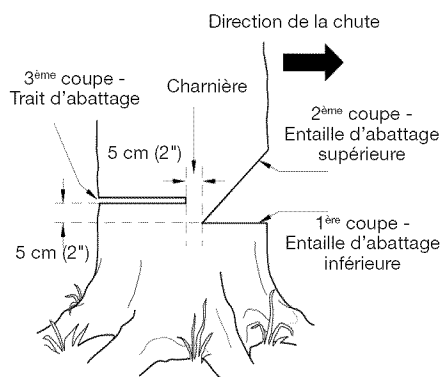

Figure 15 - Abattage d'un arbre
Une entaille d'abattage correctement placée déterminera la direction dans laquelle l'arbre tombera. Pratiquez l'entaille d'abattage sur le côté de l'arbre, dans la direction dans laquelle vous souhaitez qu'il tombe (voir figure 15).
1. Pratiquez l'entaille d'abattage inférieure aussi près du sol que possible. Tenez la tronçonneuse de sorte à positionner le guide-chaîne à l'horizontale. Faites une entaille sur environ un tiers du diamètre du tronc de l'arbre (voir figure 15).
Exemple : Si l'entaille d'abattage inférieure mesure 20 cm, commencez l'entaille d'abattage supérieure 20 cm au-dessus. Coupez vers le bas à un angle de 45° ; l'entaille d'abattage supérieure doit rejoindre l'entaille d'abattage inférieure (voir figure 15).
1. Pratiquez le trait d'abattage cinq centimètres plus bas que l'entaille d'abattage inférieure et du côté opposé de l'arbre (voir figure 15). Effectuez le trait d'abattage parallèle à l'entaille d'abattage inférieure.
AVERTISSEMENT : Ne coupez pas le tronc d'un arbre d'un seul coup. Laissez environ 5 cm du diamètre de l'arbre non coupé, directement derrière l'entaille d'abattage (voir figure 15). Cette portion non coupée fait office de charnière et empêche l'arbre de se tordre et de tomber dans la mauvaise direction.